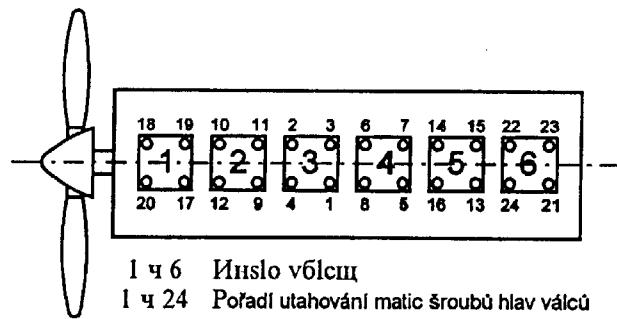

Рис. 7-2
- d/ Подтяните гайки болтов головок цилиндров установленным моментом в порядке показанном на рис. 7-2.